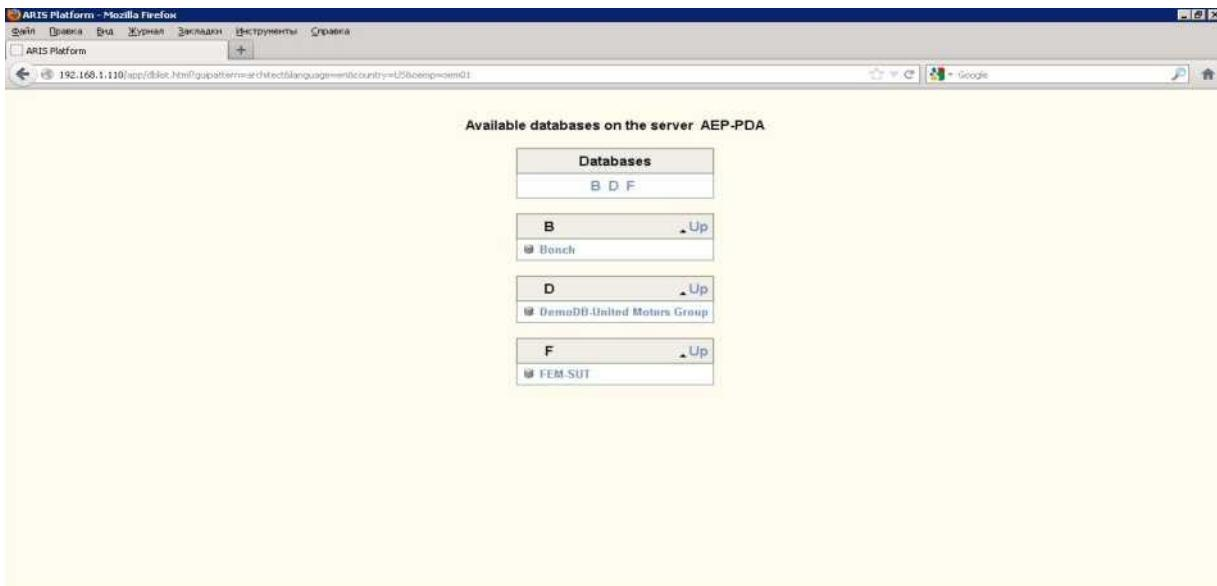

Рис. 3. Web-страница подключения к БД
- 2) Выберите ARIS Business Architect. Подключитесь к базе FEM-SUT (рис. 3).